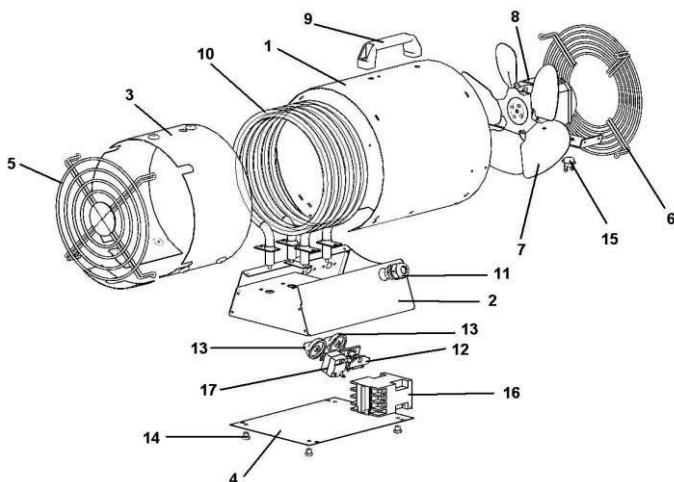

Рис. 1
Конструктивно тепловентилятор представляет собой металлический корпус, в котором размещены электродвигатель с крыльчаткой и электронагревательные элементы (далее ТЭНы). Переключатель 12 (рис.1) на четыре положения предназначен для установления режимов работы. Термостат 15 (рис.1) отключает ТЭНы в случае аварийного (ненормального) режима работы (перекрыто входное или выходное отверстие, перегрев вследствие остановки электродвигателя). Терморегулятор (капиллярный термостат) 17 (рис.1) в тепловентиляторе ТТ-6Т предназначен для автоматического поддержания температуры в помещении на заданном уровне. При достижении заданной температуры терморегулятор отключает нагревательный элемент, оставляя включенным вентилятор. При понижении температуры всасываемого воздуха на 3-5° С вновь включает нагрев.
Установить переключатель режимов работы (12) рис. 1 тепловентилятора положение «0» (отключено).
Переключатель режимов (12) рис.1 установить в выбранный режим.
Ручку капиллярного термостата (17) рис.1 повернуть против часовой стрелки до упора.
Переключатель режимов работы (12) рис. 1 установить в положение нагрева. В этом случае тепловентилятор работает в режиме вентилятора. Плавно поворачивать ручку капиллярного термостата (17) рис.1 по часовой стрелке до щелчка включения, который произойдет при совпадении установки капиллярного термостата с температурой окружающего воздуха. Повернуть ручку капиллярного термостата (17) рис. 1 по часовой стрелке еще на некоторый угол. Капиллярный термостат не имеет отградуированной шкалы по температуре и установка ручки на желаемую температуру в помещении уточняется (определяется) потребителем в процессе эксплуатации.
установить переключатель режимов работы (12) рис. 1 в режим вентилятора «1». В этом режиме крыльчатка будет вращаться, а ТЭНЫ будут отключены.
Установить переключатель режимов (12) рис. 1 в положение «0» - отключено. В случае длительного перерыва в работе тепловентилятора отсоединить питающий кабель от сети.
Термостат (15) рис.1 при ненормальном режиме работы тепловентилятора срабатывает и отключает ТЭНЫ.
охладить тепловентилятор до температуры окружающего воздуха; переключатель режимов работы (12) рис. 1 установить в положение «0» (отключено);
выяснить и устранить причину, вызвавшую срабатывание термовыключателя; переключатель режимов (12) рис. 1 установить в положение «1» (вентилятор) и по наличию воздушного потока убедиться во вращении крыльчатки. После этого можно включить нагрев.